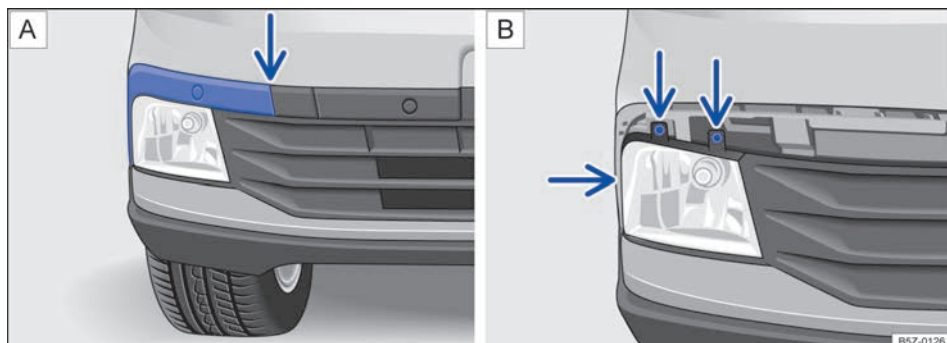

Fig. 154 No para-choque dianteiro: Ⓐ desinstalar a moldura do farol de neblina e Ⓑ retirar os parafusos do farol de neblina.
Desencaixar a moldura, cuidadosamente → ⓪, primeiramente pelo local indicado pela seta → Fig. 154 A. Remover completamente para acessar os parafusos do farol de neblina.
4. Retirar os parafusos indicados pelas setas → Fig. 154 B.
14. Recolocar os parafusos indicados pelas setas → Fig. 154 **B** para fixar o farol de neblina.
15. Recolocar a moldura da esquerda para a direita → Fig. 154 **A**.